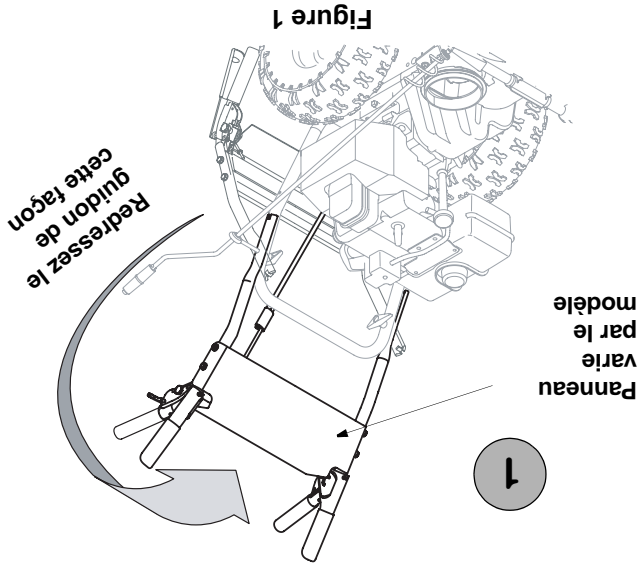

Figure 1
1. Vérifiez que tous les câbles sont enfoncés dans les rainures des galets de guidage qui se trouvent à l'arrière de la souffieuse, avant de relever le guidon supérieur jusqu'à ce qu'il s'emboîte sur le guidon inférieur. Voir la Figure 1.
3. Serrez les deux boutons pour bien maintenir le guidon supérieur sur le guidon inférieur. Voir la Figure 1.